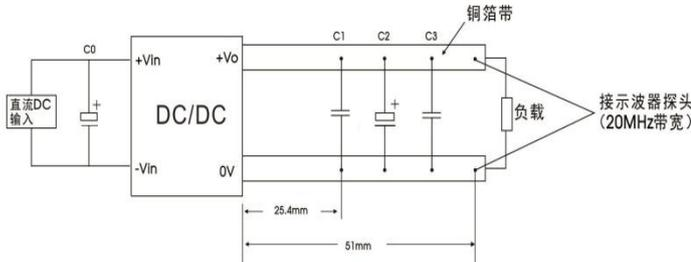

图 2
①Ctrl 控制引脚的电压是相对于输入引脚 GND。
②在 0% - 5%负载条件下, 24V 标称输入系列输出电压精度最大值为±3%;
③按 0% -100%负载工作条件测试时, 负载调整率的指标为±3%;
④0% -5%的负载纹波&噪声小于等于 300mV, 纹波和噪声的测试方法详见图 2;
⑤本系列产品采用降频技术, 开关频率值为满载时测试值, 当负载降低到 50%以下时, 开关频率随负载的减小而降低。
所有该系列的 DC/DC 转换器在出厂前，都是按照下图 2 推荐的测试电路进行测试，探头至铜箔的接线尽量缩短。
C3	参照图 2 中 Cout 参数